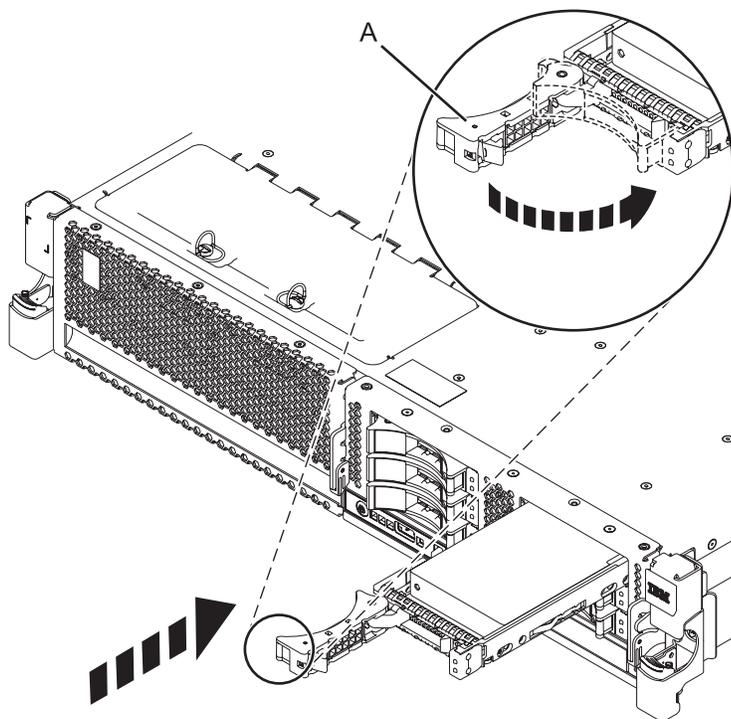

図6. システムへのドライブの取り付け
4. 16 ページの図 6 に示すように、ドライブをシステムまたは拡張装置まで完全にスライドさせ、ドライブ・ハンドル (A) がロックされるまで押し込みます。